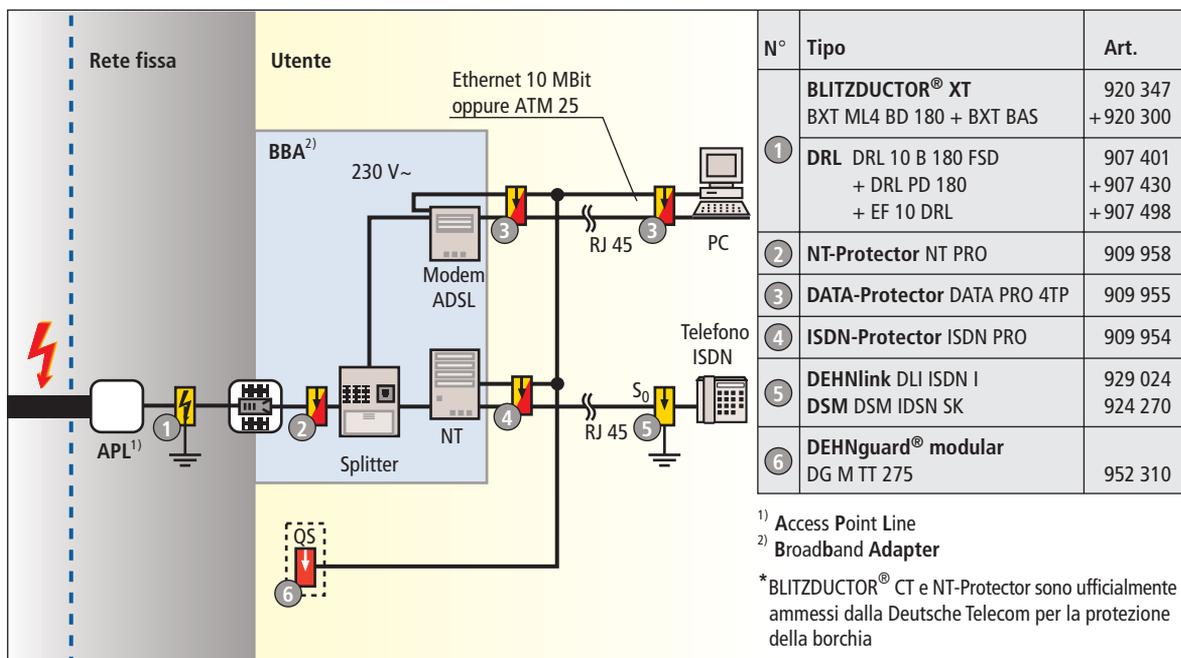

Figura 9.14.2 Protezione contro i fulmini e le sovratensioni per allacciamento ISDN e ADSL
Con ISDN (integrated service digital network) vengono offerti diversi servizi in una rete pubblica. Attraverso la trasmissione digitale possono essere trasmessi sia voce sia dati. Un terminale di rete (NT) è il punto di consegna per l'utente. La linea di alimentazione della centrale telefonica è a quattro fili. Inoltre l'NT deve essere alimentata a 230 V. La figura 9.14.2 dimostra la protezione di un allacciamento ISDN con i rispettivi dispositivi di protezione dalle sovratensioni.